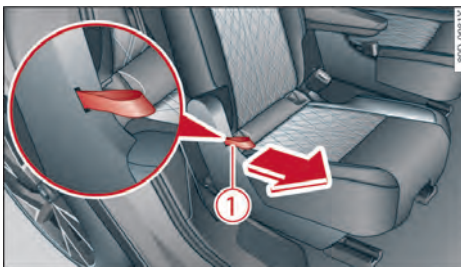

图 56 第二排座椅：将后座椅向前翻折
- 将锁止拉扣⇒ 图 56 ① 往上拉起并将后座椅靠背向前翻折。整个后座椅往前翻折⇒ △。